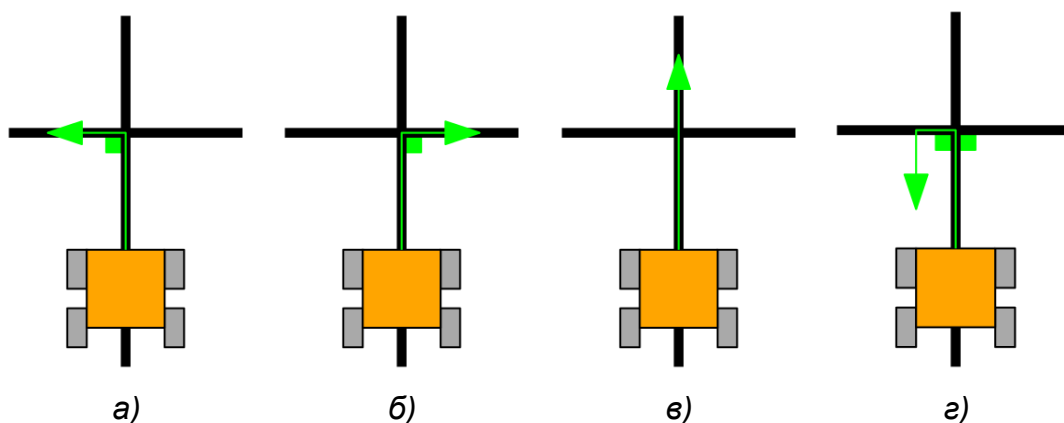

Рис. 2. Варианты маркировки перекрёстка. Зелёной стрелкой обозначено направление корректного прохождения роботом перекрёстка.
- 1.5.2 Непосредственно перед каждым перекрёстком наносится разметка в виде зелёных маркеров в форме квадратов размерами 25 мм × 25 мм (см. рис. 2). Маркеры обозначают направление, в котором необходимо роботу проехать перекрёсток.
- 1.5.3 Если на перекрёстке отсутствует зелёная маркировка, то его необходимо проехать прямо (см. рис. 2в).
- 1.5.4 Если на перекрёстке нанесены две зелёные метки, то этот перекрёсток считается тупиком. Робот должен развернуться на нём и поехать в обратном направлении (см. рис. 2г).